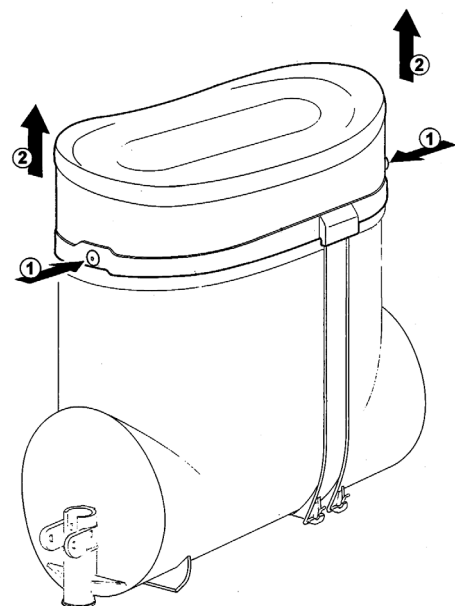

Bild 1
- 8 Um den Deckel anheben zu können, drücken Sie einen der zwei Fixierknöpfe. (Bild 1)